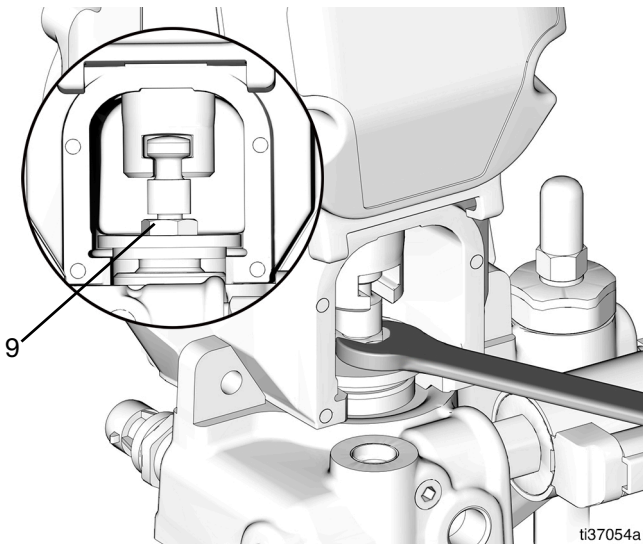

Рис. 33
11. Снимите защитную крышку (8).
12. Отвинтите стопорную гайку (9) с помощью рожкового ключа на 5/8 дюйма (Рис. 33).